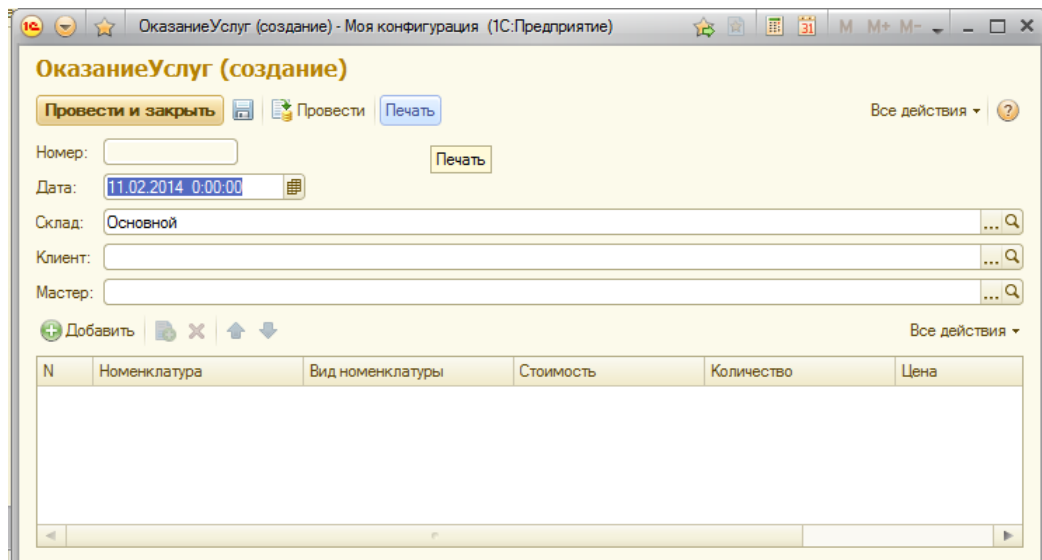

Рисунок 100 Создание документа Оказание услуг
2. Проверьте наличие кнопки «Печать» в режиме отладчика для документа ОказаниеУслуг (рис. 100).